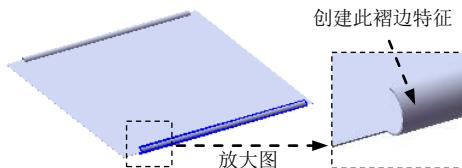
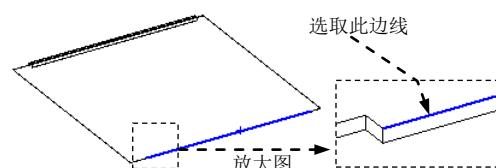

图 17.12.23 创建褶边 2
图 17.12.24 定义特征的边线
Step6. 创建图 17.12.23 所示的褶边 2。选择下拉菜单 **插入(I)** → **钣金(H)** → **褶边(B)...** 命令；单击**边缘(E)**区域中的“折弯在外”按钮 。选取图 17.12.24 所示的模型边线为生成褶边的边线；单击**类型和大小(T)**区域中“滚轧”按钮 。在 文本框中输入角度值 180，在 文本框中输入数值 6.0。单击 按钮，完成褶边 2 的创建。